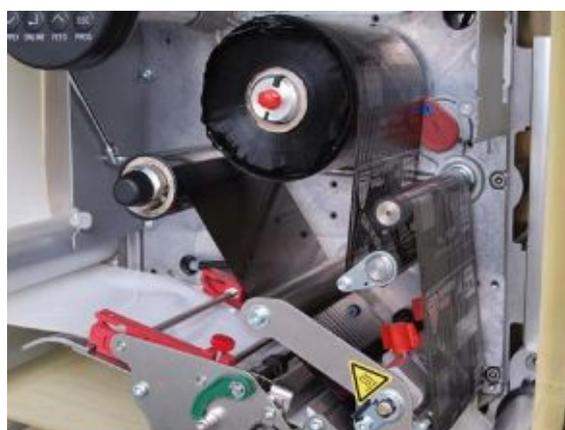

Рис. 24. Принтер с заправленным риббоном
7. Закрепите конец ленты риббона на пустой катушке, надетой на сердечник намотки (Рис. 24).